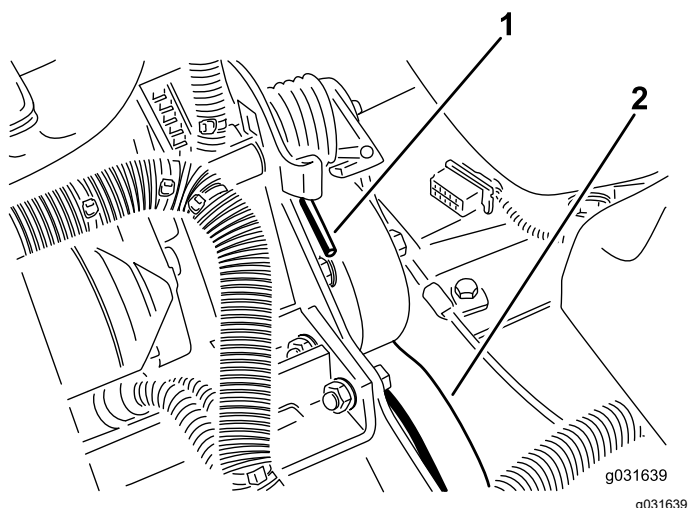

Рисунок 63
2. Нажмите вниз и вперед на конец пружины, чтобы вывести ее из зацепления с кронштейном и снять натяжение пружины (Рисунок 63).